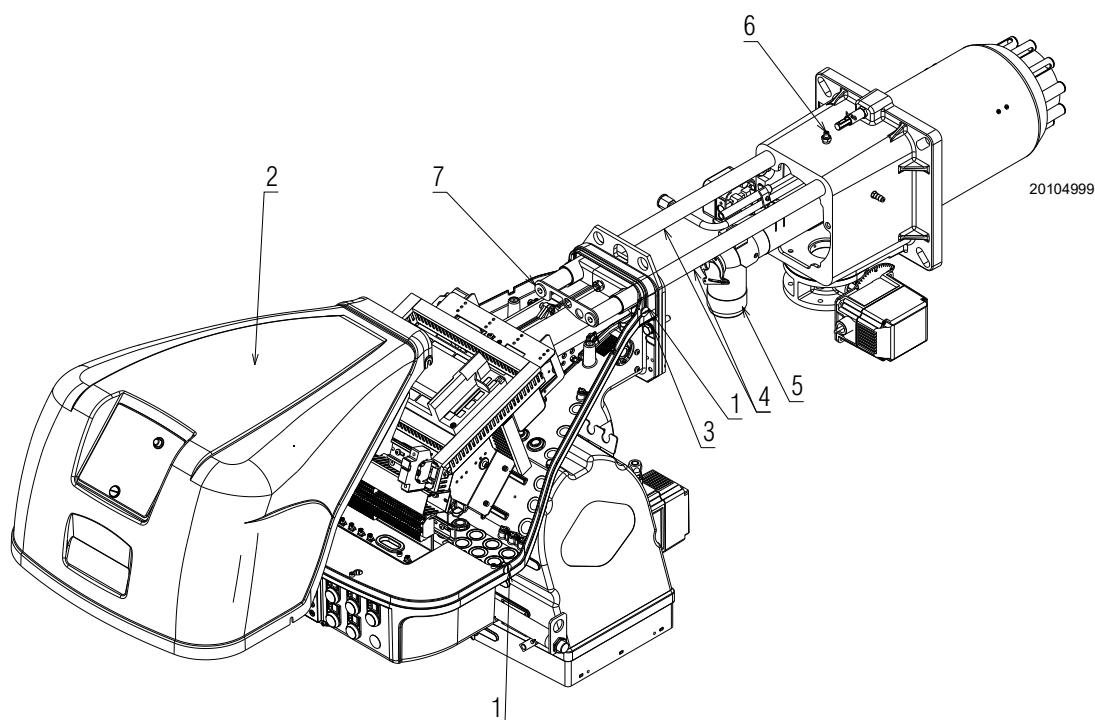

Fig. 35
Assicurarsi che i fori di fuoriuscita del gas per la fase di accensione, presenti nel distributore della testa di combustione, siano liberi da impurità o depositi di ruggine. In caso di dubbio, smontare il gomito (Fig. 35 a pag. 37).
- Allentare le 4 viti 1)(Fig. 35) e togliere il cofano 2);
- rimettere le viti 3)(Fig. 35) e tirare delicatamente verso l'esterno i cavi di sonda ed elettrodo, fino a metterli in leggera tensione;